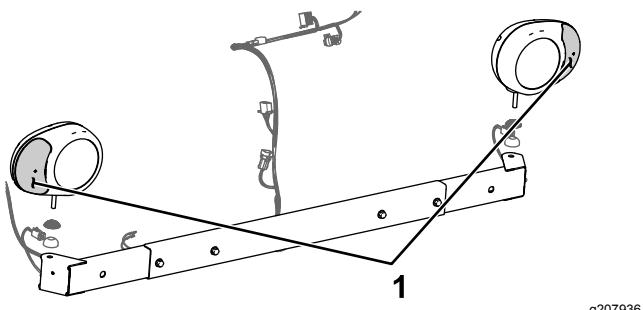

Figura 13
1. Alinhe os conjuntos das luzes de trabalho esquerda e direita com as lâmpadas âmbar para fora como se mostra na Figura 13.